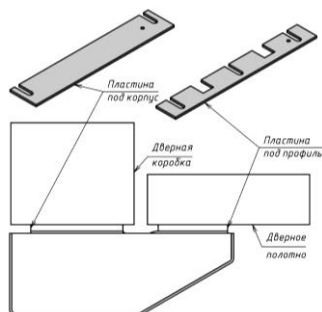

Рисунок 2 – Установка выравнивающих пластин под корпус и якорь
- пластина под профиль (рисунок 2) -1 шт.
- пластина под корпус (рисунок 2) -1 шт.
- саморез 5,5x32 (1) -5 шт.
- винт M6x16 (2) -1 шт.
- винт M3x4 (3) -4 шт.
- гайка M4 (4) -4 шт.
- шайба 4 65Г (5) -4 шт.
- шайба 4 (6) -4 шт.
- шайба 6 (7) -3 шт.
5.4 Закрепить корпус замка на коробке двери саморезами (1). Закрепить Z-профиль на створке двери саморезами (1). Закрепить на Z-профиле якорь с пружиной винтом (2). Для совмещения рабочих поверхностей корпуса и якоря могут быть использованы выравнивающие пластины (рисунок 2). После регулировки правильного положения замка затянуть крепежные саморезы.